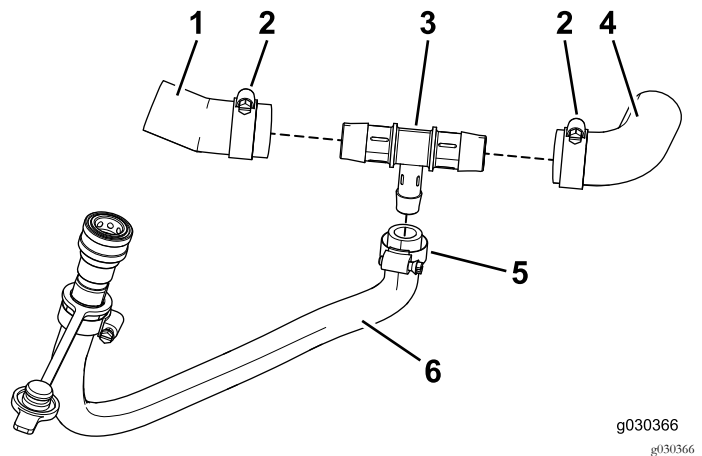

Bild 31
4. Bringen Sie die linke und rechte Hälfte des Schlauchs über dem T-Anschlussstück an (Bild 31).
5. Befestigen Sie den Schlauch mit der großen Schlauchklemme am T-Anschlussstück (Bild 31).